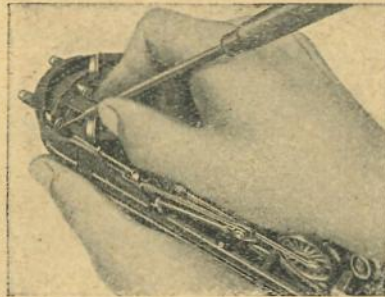

Fig. 3
2) Nun kann man gut zu den beiden Federn gelangen, welche die Glühlampen nach vorne drücken und festhalten. Fig. 3 zeigt, wie mit Hilfe einer Pinzette oder eines kleinen Schraubenziehers die Federn zur Seite zu drehen sind.
- 2° Ecarter vers le côté le ressort qui maintient l'ampoule en place, en se servant pour cela d'une pincette ou d'un petit tournevis (Fig. 3).
- (1) Turn the locomotive upside down and place the front bogie in oblique position, so as to give access to the headlight to be replaced.
- (2) Push aside the spring which holds the bulb in position, using for the purpose a forceps or a small screwdriver (Fig. 3).